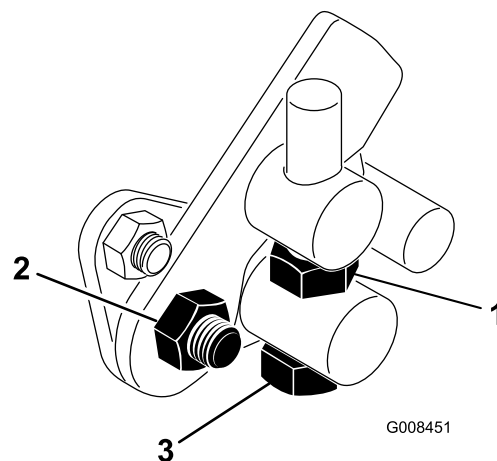

図 44
1. トラニオンボルトのジャムナットをゆるめる（図 44）。